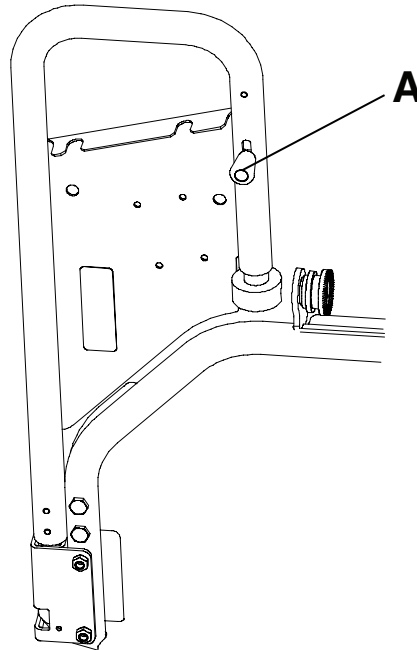

Abbildung 7 – Position des roten Knopfes
2. Zum Entfernen der Verlängerung von der Liegefläche den roten Knopf (A) unter der Verlängerung zu sich hinziehen (Abbildung 7). Die Verlängerung nach unten drehen und gerade aus der Öffnung herausziehen.